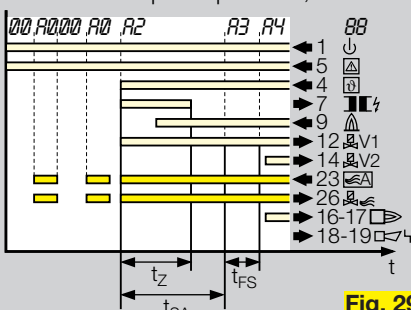

Fig. 29
2. Das Luftventil öffnet programmgesteuert (Fig. 29 + 30): Parameter 30 =
2. The air valve opens program-controlled (Figs. 29 + 30): Parameter 30 =
2. Воздушный клапан открывается программой (Fig. 29 + 30): Параметр 30 =